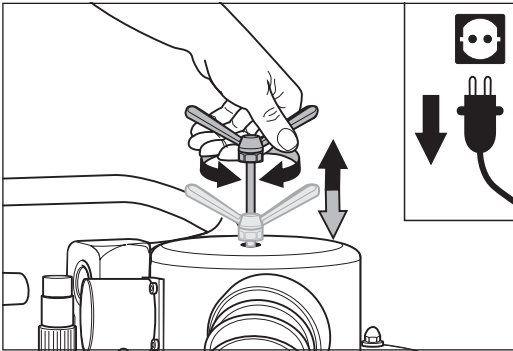

Fig. 22 Girando, meter y sacar la barra vibratoria mediante la tuerca de mariposa.
- 2 Tire lentamente hacia arriba de la barra vibratoria integrada en la unidad de filtros mediante la tuerca de mariposa ubicada arriba en el separador de polvo, y gire al mismo tiempo la tuerca de mariposa (Fig. 22).